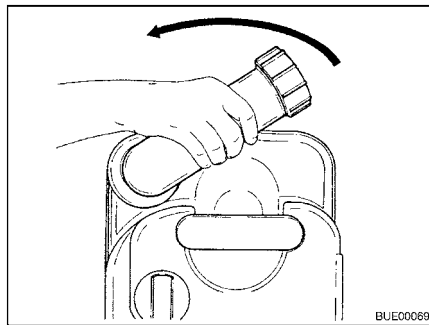

Bild 178 Entleerungsstutzen drehen
- Entleerungsstutzen nach oben drehen (Bild 178).